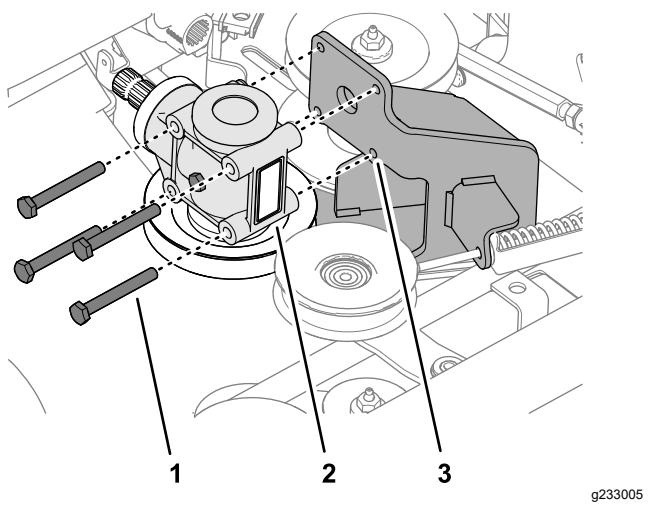

Figura 118
- Remova os 4 parafusos que fixam a caixa de velocidades da plataforma do cortador ao suporte da caixa de velocidades (Figura 118).
- Alinhe os orifícios da caixa de velocidades da plataforma do cortador com os orifícios no suporte da caixa de velocidades; consulte Figura 118 em Remoção da caixa de velocidades (página 79).